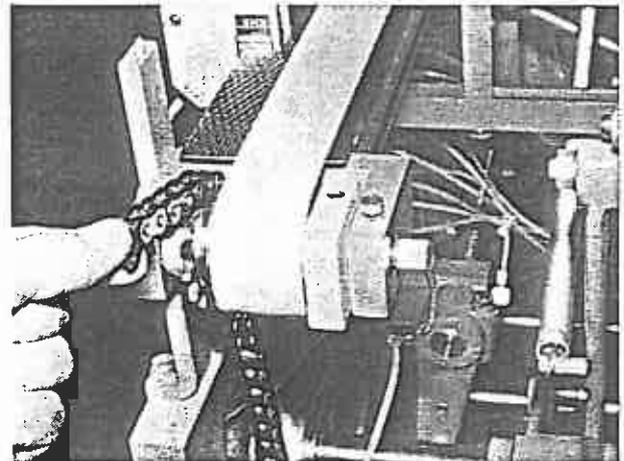

Bild 64
3. Kette von den Kettenrädern abnehmen (Bild 64).